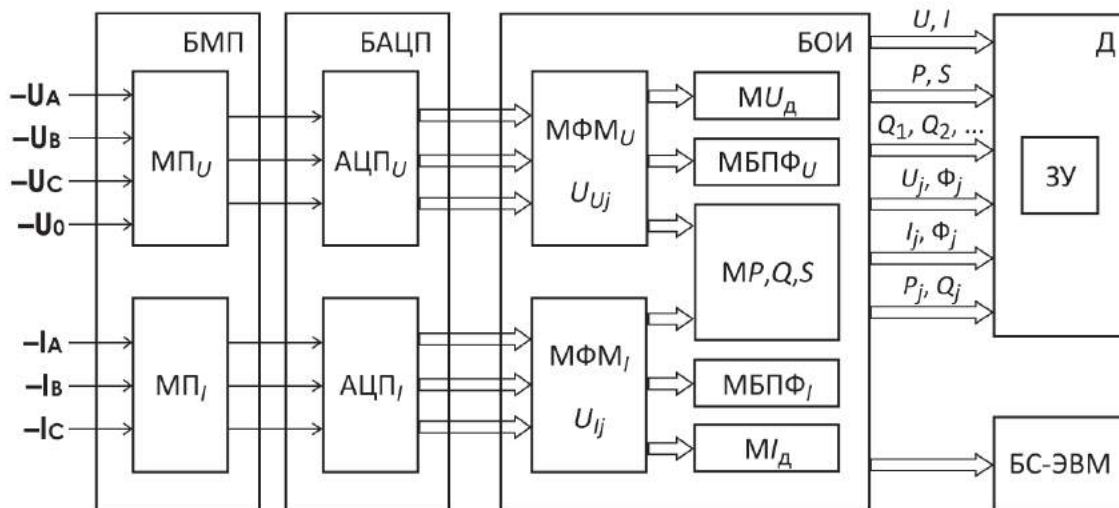

Рис. 2.1. Структурная схема Прибора ЭМ-3.3Т1:
2.5.1. Структурная схема Прибора ЭМ-3.3Т1 представлена на рис. 2.1.